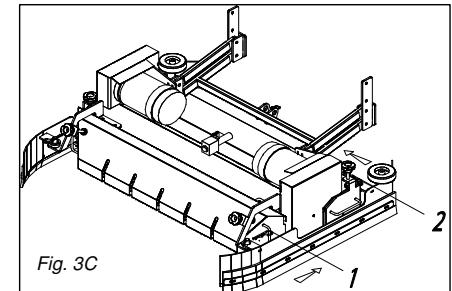

Fig. 3C
2. Estrarre le copiglie (1 e 2), che bloccano il tergipavimento passivo (Fig. 3C)